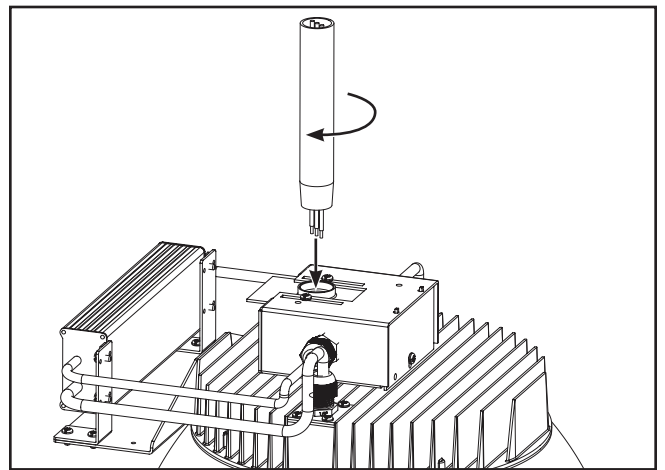

Figure 7.
- Acheminez le câble d'arrivée électrique dans la boîte de jonction en passant par le trou fileté de la plaque de montage et vissez complètement la tige de suspension dans le trou fileté de la plaque de montage. (Figure 7)